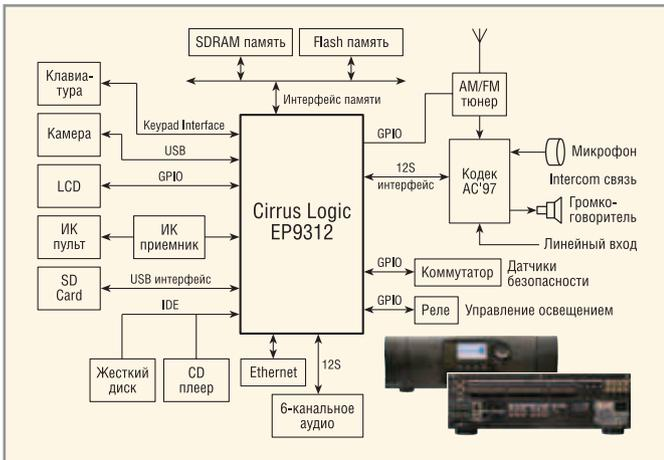

Рис. 4. Контроллер системы «умный дом» на МК EP9312
- контроллер системы «умный дом» на EP9312 (рис. 4);